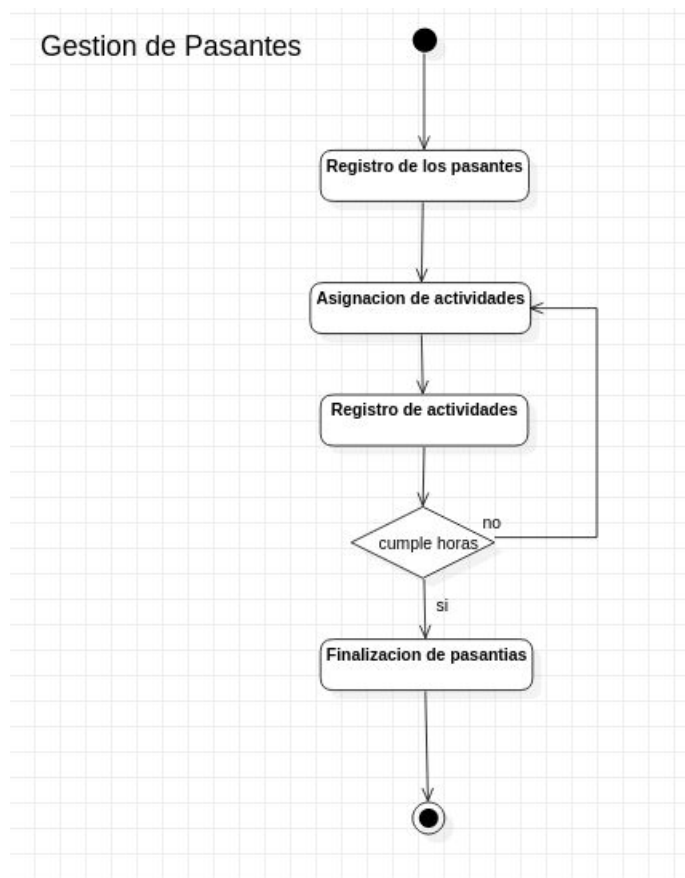

Fig. 2 Gestión de Pasantes
- d. El estudiante irá acumulando horas y si aún no cumple con el número de horas requeridas deberá seguir asistiendo a más jornadas hasta cumplir con el mínimo de horas (Fig. 2).